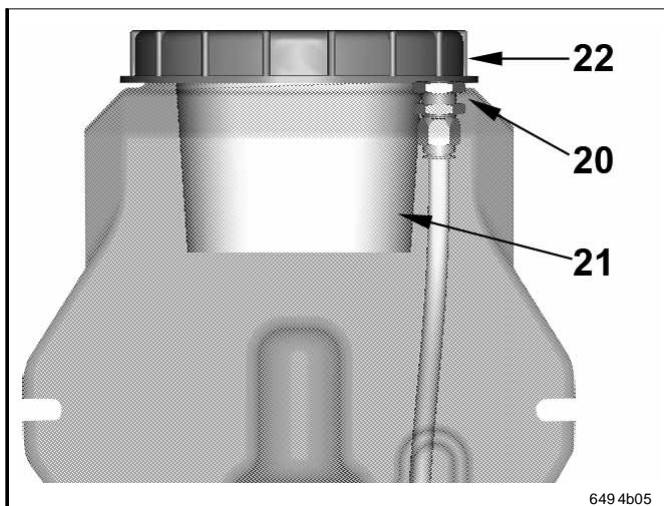

Abb. 3-2 Behälter-Anschluss (Schott-Verschraubung), Befüllung des 5-Liter Behälters
- Falls der Ölstand zu niedrig ist, öffnen Sie den Behälterdeckel 22 (Abb. 3-2).